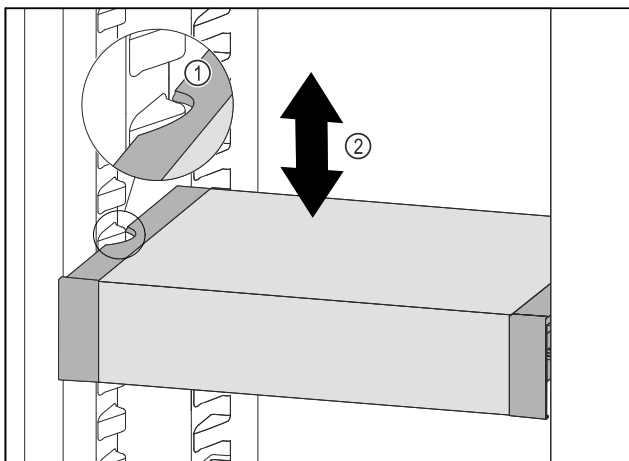

Fig. 91
- ▶ Потягнути VarioSafe вперед, поки бокові заглиблення VarioSafe не опиняться на рівні ребра для резервуара в охолоджувальному відділенні. Fig. 91 (1)
- ▶ Пересувайте VarioSafe вгору або вниз в охолоджувальному відділенні до тих пір, поки не досягнете бажаної висоти. Fig. 91 (2)